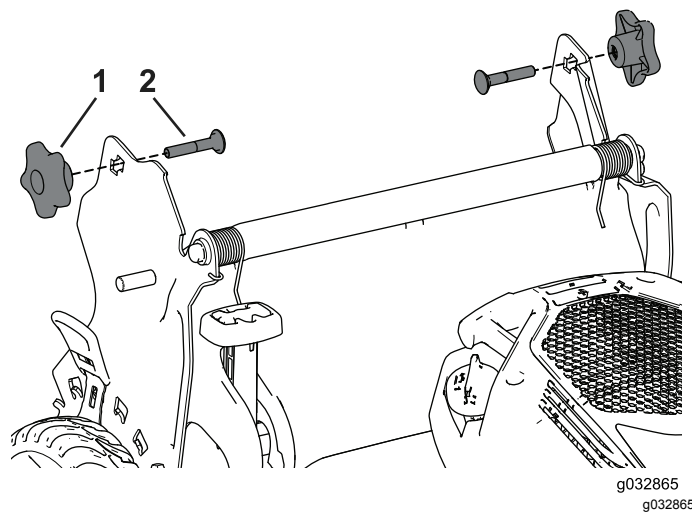

Figura 26
3. Inserite il bullone a testa tonda (con la testa del bullone rivolta verso l'interno) attraverso la staffa della stegola e il foro superiore nell'estremità della stegola. Assicuratevi che i bordi quadrati di ciascun bullone a testa tonda si inseriscano nel foro quadrato superiore o inferiore nella relativa staffa della stegola (Figura 26).